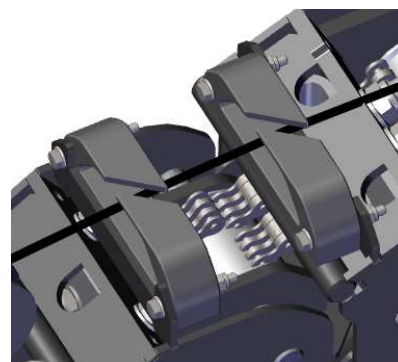

Figure 48
- Passez maintenant le câble à travers la rainure oblique du bloc en plastique sur le dessus de la 2^e partie de mât. (voir Figure 48)
- Passez maintenant le câble à travers la rainure oblique du bloc en plastique sur le dessus de la 3^e partie de mât. (voir Figure 48)